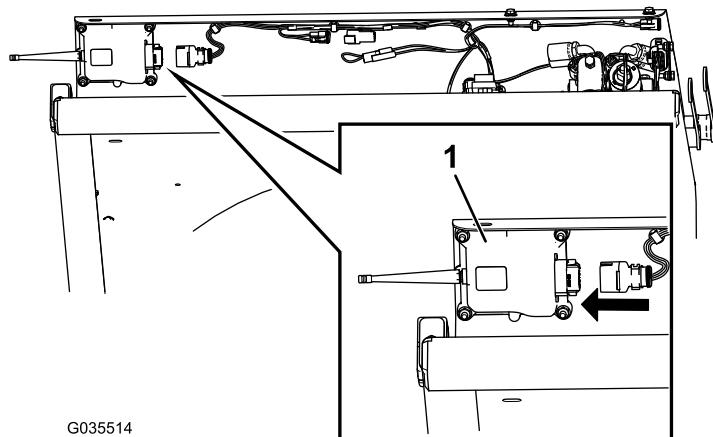

Figura 12
1. Localize a extremidade da cablagem do controlador RF2CAN e ligue-a ao controlador (Figura 12).